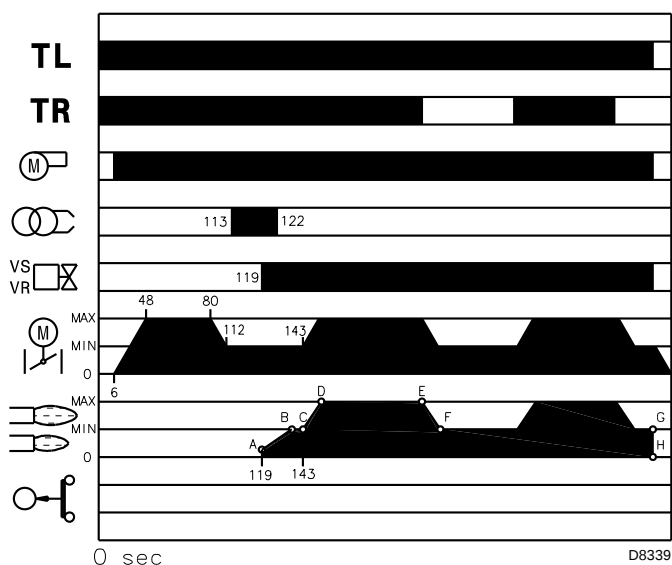

Abb. 34
- 130s Es öffnen sich das Sicherheitsventil VS und das Einstellventil VR (schnellöffnend). Es entsteht eine Flammenbildung mit niedriger Leistung, Punkt A (Abb. 34). Es folgt eine progressive Steigerung des Durchsatzes, mit langsamer Öffnung des Ventils VR bis zur Mindestleistung, Punkt B (Abb. 34).
Nach dem Anfahrzyklus geht die Steuerung des Stellantriebs zu Thermostat/Druckwächter TR über, der die Temperatur oder den Druck im Kessel überwacht, Punkt C (Abb. 34).